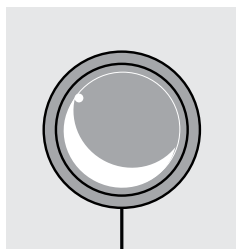

Figura 47. Piloto indicador resistencia encendida.
6. Al encender el gratinador, la luz del horno y activar el temporizador el piloto led le indicará que la resistencia de gratinador está encendida (ver figura 47).